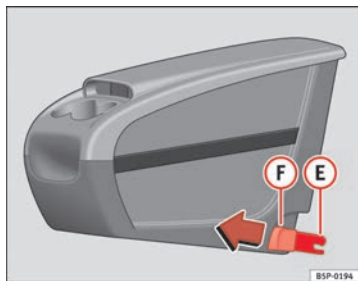
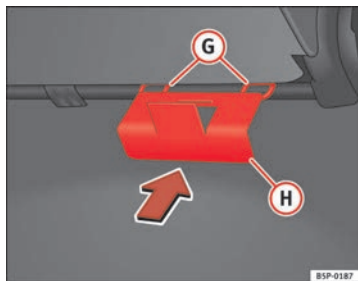

Abb. 112 Zusätzliche Ablage. Montage
Abb. 113 Halteplatte der zusätzlichen Ablage
- Die Halteplatte **H** ⇒ Abb. 113 der zusätzlichen Ablage vom Fahrzeuginnern aus auf der Rückseite des Sitzes befestigen. Sie muss sich zwischen der Lehne und dem Sitzkissen im Bereich des mittleren Rücksitzes befinden.
- Die beiden Befestigungselemente **E** ⇒ Seite 157, Abb. 112 zu den beiden Befestigungsringen **G** ⇒ Seite 157, Abb. 113 ausrichten und die beiden Klammern vollständig in die Befestigungsringe eindrücken.
- An den Knöpfen ⇒ Seite 157, Abb. 112 **F** der Klammern nach vorne ziehen (rote Knöpfe), bis sie hörbar ausgehängt sind.